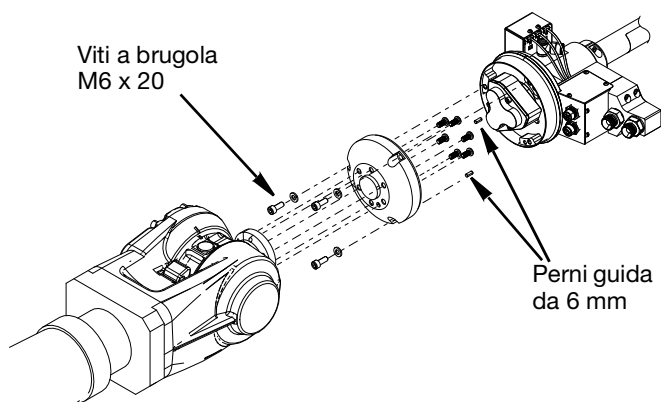

FIG. 2
2. La flangia di montaggio viene quindi fissata al corpo della pistola Switch 3D con tre viti a testa con cava esagonale M6x20. Serrare a una coppia di 11,1 N•m (98,2 in-lb). È importante assicurarsi che i perni guida da 6 mm forniti con il kit siano inseriti nelle posizioni corrette. Vedere FIG. 2.